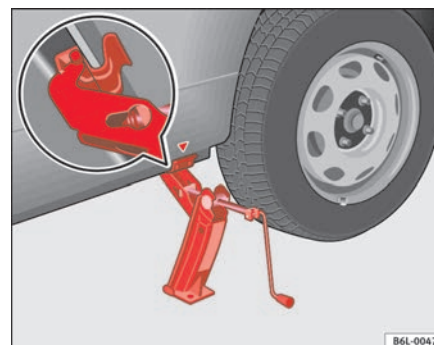

Fig. 137 Colocación del gato
- Posicione el gato de modo que su garra envuelva el nervio del larguero inferior y que la placa base móvil se apoye plana sobre el suelo ⇒ **página 219, fig. 137.**